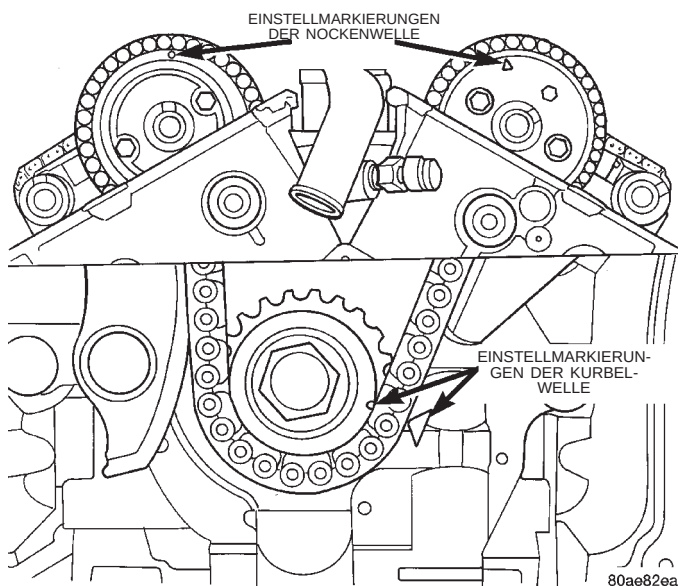

Abb. 54 Ausrichten der Einstellmarkierungen
(3) Die Einstellmarkierung am Kurbelwellenrad mit der Markierung am Ölpumpengehäuse zur Dekkung bringen (Abb. 54). Die Markierung am Ölpumpengehäuse befindet sich 60° nach der Stellung OT des Zylinders 1.